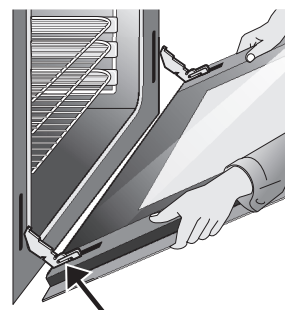

Figure 37 : Dépose du balconnet de porte
4. Tirez le bas de la porte vers vous, tout en faisant tourner le haut vers l'appareil pour dégager complètement les leviers de charnière (Figure 37).
1. Saisir fermement les deux côtés de la porte du four. Ne pas la prendre par la poignée (Figure 37).
2. Maintenir la porte du four dans le même angle que la position de dépose. Insérer délicatement les leviers de charnière dans le cadre du four jusqu'à ce qu'ils soient bien assis dans les encoches. Les leviers de charnière doivent être pleinement engagés dans les encoches avant d'ouvrir complètement la porte du four (Figure 37).